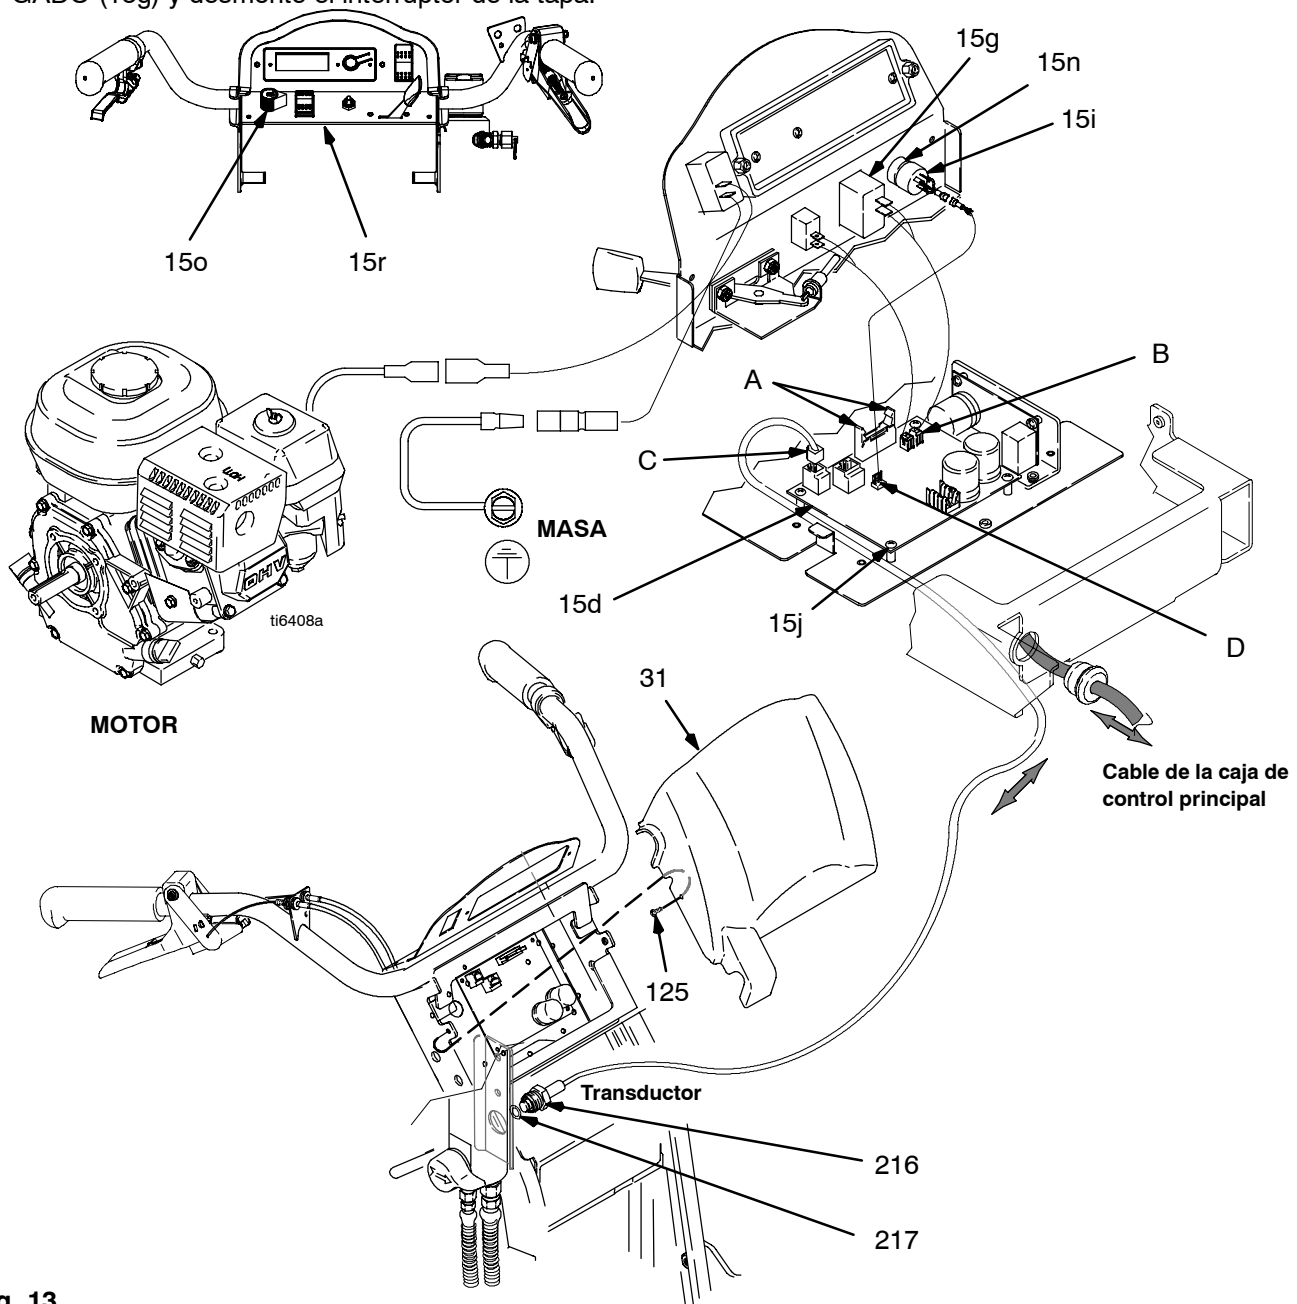

Fig. 13
2. Fig. 13. Retire los dos tornillos (125) y baje la tapa (31).
3. Abra las aletas del conector de la pantalla de visualización (A) de la tarjeta del PC y saque el conector de visualización.
4. Desenchufe el conector (B) del interruptor de ENCENDIDO/APAGADO (B) de la tarjeta PC.
2. Fig. 13. Retire los dos tornillos (125) y la tapa de la pantalla de visualización (31). Abra las aletas del conector de la pantalla de visualización en la tarjeta PC y saque el conector de visualización.
3. Figs. 13 y 21. Anote en un papel las conexiones de los hilos conductores en la tarjeta de control. Desconecte los hilos conductores de la tarjeta de control (15d).
4. Fig. 13. Retire los cuatro tornillos (15j) de la tarjeta de control (15d).
1. Fig. 13. Instale la tarjeta de control (15d) con los cuatro tornillos (15j).
2. Figs. 13 y 21. Consulte la nota sobre las conexiones de los hilos conductores a la tarjeta de control. Conecte los hilos conductores a la tarjeta de control (15d).
3. Fig. 13. Empuje el conector de la pantalla de visualización en la tarjeta PC, cierre las aletas del conector de la pantalla de visualización de la tarjeta de PC. Instale la tapa del dispositivo de control (31) con los dos tornillos (125).
2. Fig. 13. Retire los dos tornillos (125) y la tapa del dispositivo de control (31).
3. Desconecte el hilo conductor del transductor (C) de la tarjeta de control (15d).
4. Retire el transductor del dispositivo de control de la presión (216) y la junta tórica (217) del colector del filtro (40).
1. Fig. 13. Instale la junta tórica (217) y el transductor del dispositivo de control de presión (216) en el colector del filtro (40). Apriete a un par de 35 - 45 ft-lb.
2. Conecte el hilo conductor del transductor (C) a la tarjeta de circuito impreso de control (15d).
3. Instale la tapa del dispositivo de control (31) con dos tornillos (125).
3. Desconecte el cable (D) de la tarjeta de control (15d).
2. Fig. 13. Instale el potenciómetro de ajuste de presión (15i), la tuerca del eje, la contratuerca y el botón del potenciómetro (15o).
3. Conecte el hilo conductor (D) a la tarjeta de control (15d).
4. Instale la tapa del dispositivo de control (31) con dos tornillos (125).